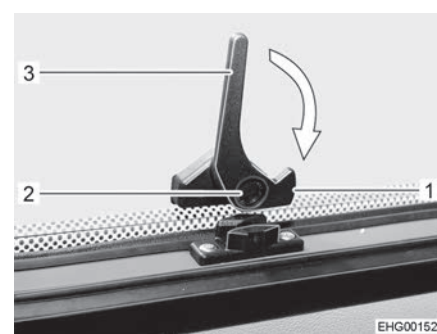

Fig. 63 Leva di serraggio, inferiore (posizione "Aperto")
- Premere il bottone di sicurezza (Fig. 63,2) sulla leva di serraggio inferiore (Fig. 63,3) e mantenerlo premuto.
- Ruotare la leva di serraggio inferiore (Fig. 63,3) di un quarto di giro verso il telaio della finestra, finché il nasello di chiusura (Fig. 63,1) si innesta.